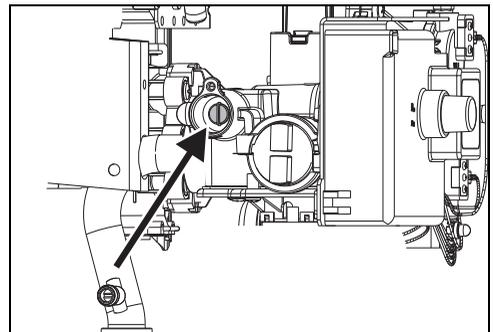

Fig. 12 Vite per regolazione della pressione massima
- ▶ Togliere il sigillo della vite (Fig. 12).
- ▶ Regolare la pressione mediante la vite (Fig. 12) attenendosi ai dati di pressione esposti nella tab. 8.